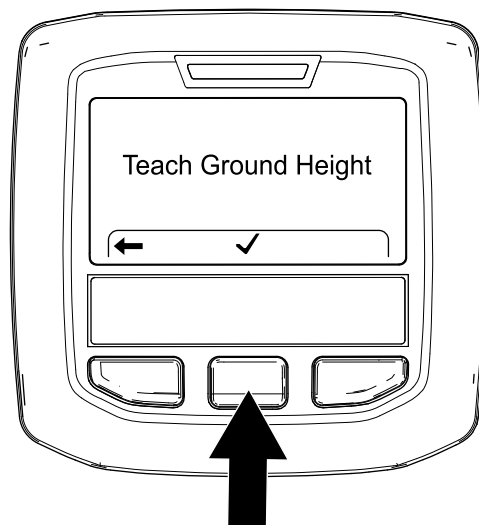

Figura 66
4. Pe ecranul Teach Ground Height (Figura 66), apăsai butonul central InfoCenter.